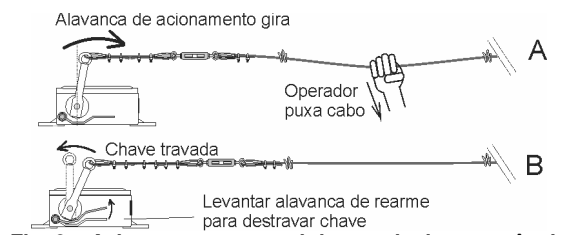

Fig. 8 – Acionamento manual da parada de emergência
- Quando se detectar uma situação de emergência, o operador no local, com uma única ação, deverá puxar o cabo de aço em qualquer direção (Fig. 8 A). A alavanca de acionamento da chave de emergência será deslocada, girando e travando nesta posição (Fig. 8 B).
- Uma vez eliminada a situação de emergência, o operador deve se dirigir à chave que comandou a parada de emergência e pressionar para cima a alavanca de rearme azul até liberar trava (ver desenho da Fig 8 B deste manual). O destravamento tem que ser feito manualmente, de forma deliberada, no local onde foi sinalizada a emergência.
- Na ocorrência de ruptura ou afrouxamento do cabo de aço, a mola de tração interna à chave puxará o cabo no sentido oposto do local onde ocorreu o afrouxamento ou ruptura, sinalizando emergência e forçando a parada do equipamento. Será necessário que seja feita a recolocação do cabo de aço conforme descrito no item 4.1 deste manual.